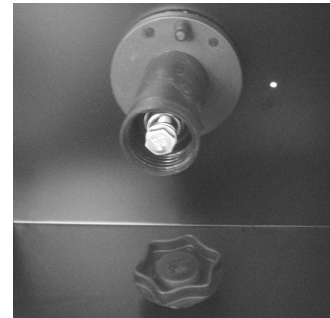

Bild 4
- Einstellen Sie Bremse der Spule mit Schweißdraht so, dass die Spule bei Ausschaltung der Anpressvorrichtung von Verschiebung freilaufend wird. Festgezogene Bremse strengt sehr die Vorschubeinrichtung an und es kann zum Schleudern des Drahts in Rollen und zu schlechte geben einlangen. Die Stellschraube der Bremse befindet sich unter plastischen Schraube des Spulenhaltres (Bild 4).